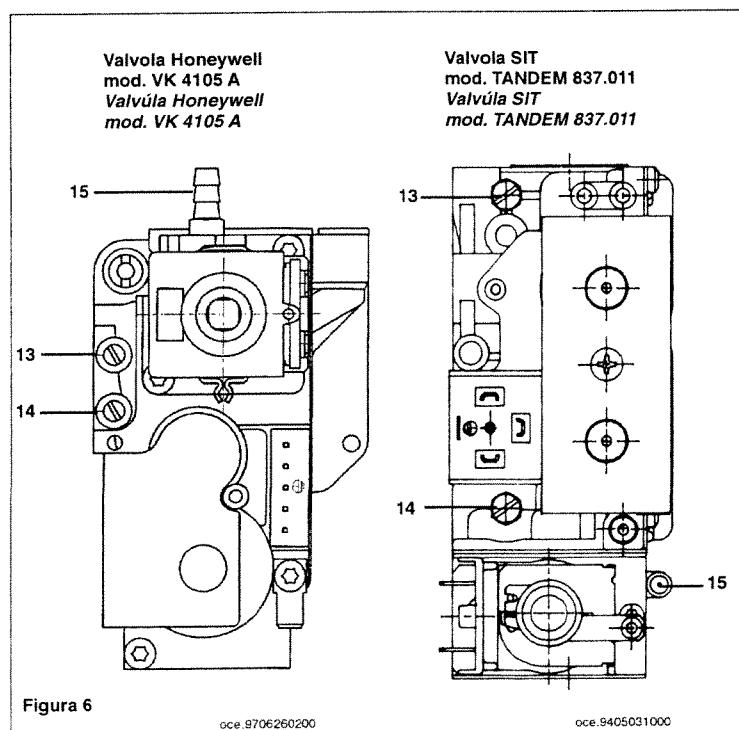

Figura 6
Le modalità di taratura del regolatore di pressione sono leggermente differenti a seconda del tipo di valvola del gas utilizzata (HONEYWELL o SIT vedi figura 6).
Las modalidades de calibrado del regulador de presión difieren ligeramente según el tipo de válvula del gas utilizada (Honeywell o Sit, véase figura 6).
- collegare la presa di pressione positiva di un manometro differenziale, possibilmente ad acqua, alla presa di pressione (13) della valvola del gas (figura 6 a pagina 20). Collegare la presa negativa dello stesso manometro ad un apposito "T" che permetta di collegare insieme la presa di compensazione della caldaia, la presa di compensazione della valvola del gas (15) ed il manometro stesso. (Una pari misura può essere effettuata collegando il manometro alla presa di pressione (13) e senza il pannello frontale della camera stagna);
- conectar la toma de presión positiva de un manómetro diferencial, posiblemente de agua, a la toma de presión (13) de la válvula del gas (figura 6 en página 20). Conectar la toma negativa del mismo manómetro a un especial "T" que consienta conectar entre ellos la toma de compensación de la caldera, la toma de compensación de la válvula gas (15) y el manómetro mismo. (Se puede efectuar una medición equivalente conectando el manómetro a la toma de presión (13) y sin el panel frontal de la cámara estanca);
- verificare che la pressione dinamica di alimentazione della caldaia, misurata alla presa di pressione (14) della valvola del gas (figura 6) sia quella corretta (30 mbar per il gas butano, 37 mbar per il gas propano o 20 mbar per il gas naturale);
- controlar que la presión dinámica de alimentación de la caldera, medida en la toma de presión (14) de la válvula del gas (figura 6), sea correcta (28 mbar para el gas butano, 37 mbar para el gas propano o 20 mbar para el gas natural);
- collegare la presa di pressione positiva di un manometro differenziale, possibilmente ad acqua, alla presa di pressione (13) della valvola del gas (figura 6 a pagina 20). Collegare la presa negativa dello stesso manometro ad un apposito "T" che permetta di collegare insieme la presa di compensazione della caldaia, la presa di compensazione della valvola del gas (15) ed il manometro stesso. (Una pari misura può essere effettuata collegando il manometro alla presa di pressione (13) e senza il pannello frontale della camera stagna).
- conectar la toma de presión positiva de un manómetro diferencial, posiblemente de agua, a la toma de presión (13) de la válvula del gas (figura 6 en página 20). Conectar la toma negativa del mismo manómetro a un especial "T" que consienta conectar entre ellos la toma de compensación de la caldera, la toma de compensación de la válvula del gas (15) y el manómetro mismo. (Se puede efectuar una medición equivalente conectando el manómetro a la toma de presión (13) y sin el panel frontal de la cámara estanca);
- verificare che la pressione dinamica di alimentazione della caldaia, misurata alla presa di pressione (14) della valvola del gas (figura 6 pagina 20) sia quella corretta (30 mbar per il gas butano, 37 mbar per il gas propano o 20 mbar per il gas naturale).